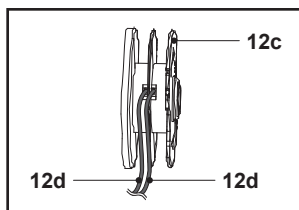

Fig. 27
- Dirijează un capăt al noilor fire de tăiere (12d) prin micile inele de pe bobină (12c) în direcția săgeților (fig. 27).